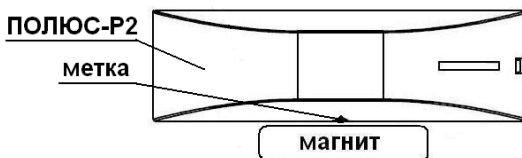

Рисунок 14 – Положение магнита при записи Полюс-Р2 в память прибора
**Внимание!** При добавлении Полюс-Р2 положите магнит напротив метки на корпусе Полюс-Р2 (рисунок 14), (подробнее п.5.6).